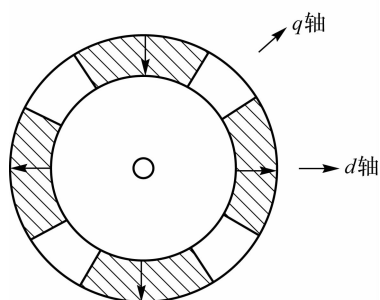

图 2-14 嵌入式永磁转子
(2)嵌入式转子结构。嵌入式转子结构是将永磁体嵌于转子表面下,而永磁体的宽度小于一个极距,如图 2-14 所示。永磁体都采用稀土永磁材料,在电磁性能上属于隐极式电机,其直、交轴(d 、 q)同步电感基本相同,转子磁路对称,故嵌入式转子结构的永磁同步电动机在电磁性能上属于面装式电机,其 q 轴同步电感要大于 d 轴同步电感。这种因转子磁路的不对称性而产生的磁阻转矩可以用来提高电机的功率密度,改善动态性能。